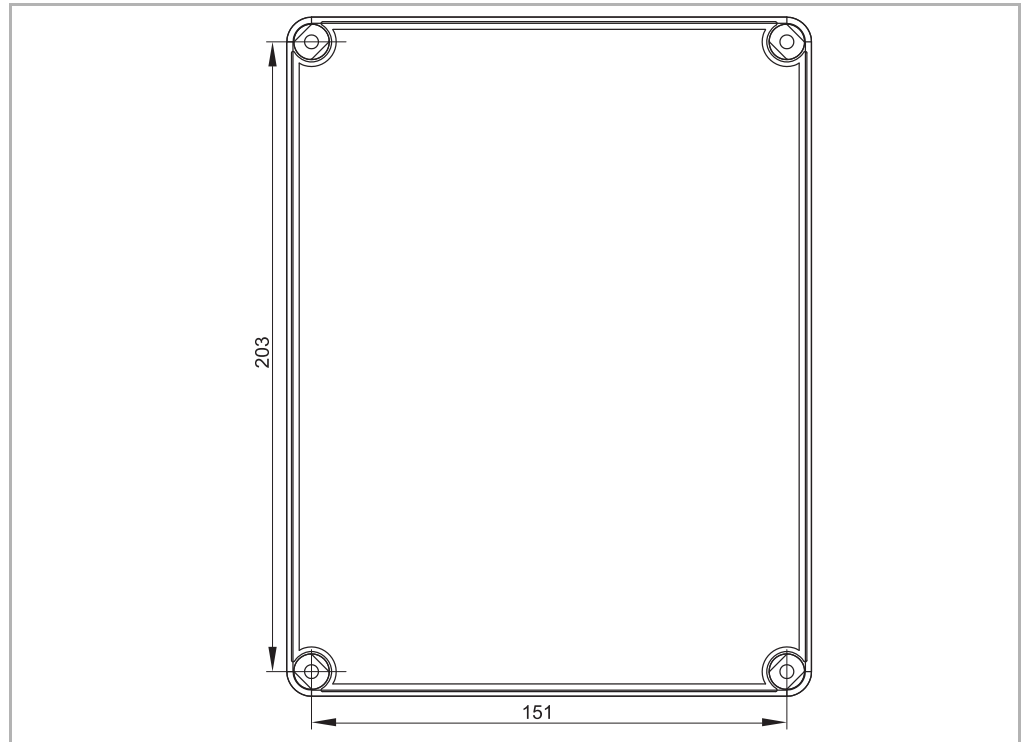

Abb. 4-3: Bohrschablone für das Schaltgerät MC4
- Bei der Montage des Schaltgerätes MC4 sind die unten abgebildeten Entfernungen der Öffnungen zu berücksichtigen (siehe Abb. 4-3).
- Bringen Sie die Montageplatte (den unteren Teil) des MC4-Schaltgerätes mithilfe der Montageöffnungen an die Wand (siehe Abb. 4-3).